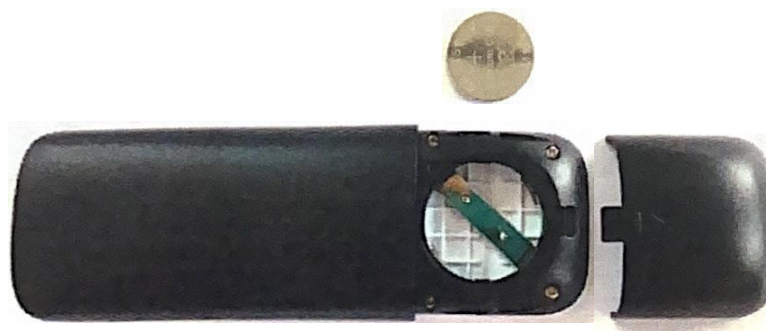

Fig.22
- Vervang de batterijen Fig.22